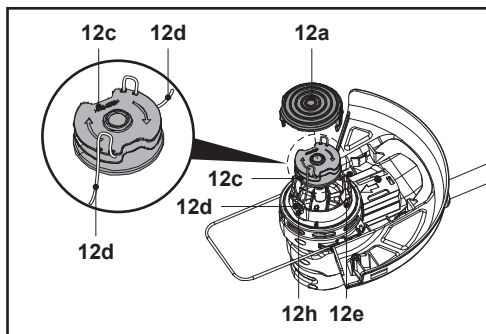

Fig. 24
- Eliberează firul de tăiere (12d) din creștături și ține-l în poziție. Evită ca firul de tăiere (12d) să iasă din bobină (12c) (fig. 24, pasul 1).
- Dirigează capătul firului prin inelul de prindere (12h) de pe carcasă (12e) (fig. 24, pasul 2).
- Introdu bobina de tăiere (12c) în carcasă (12e) (fig. 24, pasul 3). Rotește bobina până când se blochează în poziție.